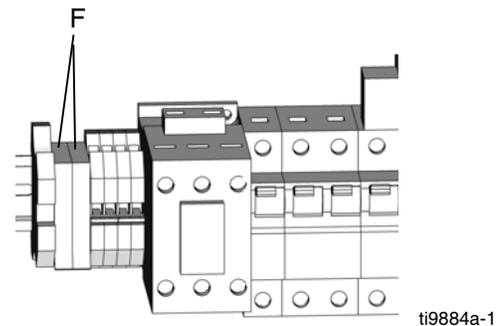

FIG. 4. Fusibles del ventilador
3. Verifique los fusibles (F) a la izquierda del módulo del disyuntor, FIG. 4. Reemplácelos si estuvieran fundidos. Si es correcto, continúe con el paso 4.
4. Consulte los diagramas eléctricos. Desconecte los cables del ventilador de los fusibles (F).